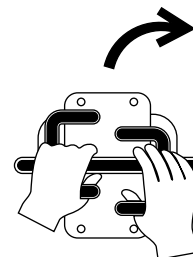

Рисунок 9
- Чтобы повернуть направо, переместите левый орган управления тягой вперед (Рисунок 9).